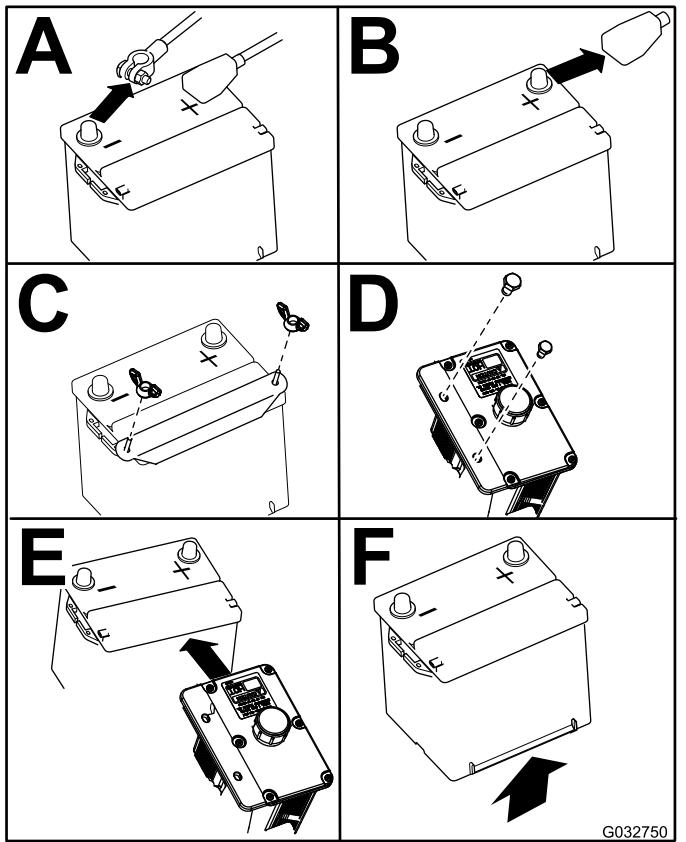

Bild 67
4. Nehmen Sie die Batterie heraus, wie in Bild 67 abgebildet.